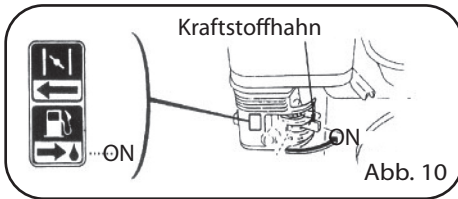

Abb. 10
6. Den Kraftstoffhahn auf "ON" stellen (Abb. 10).